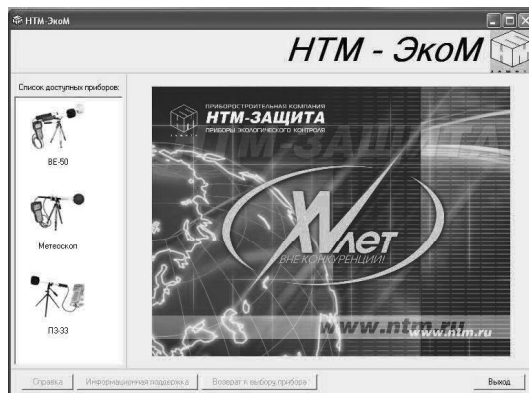

Рисунок 5. Заставка программы «НТМ-ЭкоМ»
7.2.1. Приложение запускается стандартной в среде Windows процедурой - необходимо щелкнуть два раза левой кнопкой мышки на иконке «НТМ-ЭкоМ», расположенной на рабочем столе. После запуска приложения открывается общая заставка программы (рис.5):